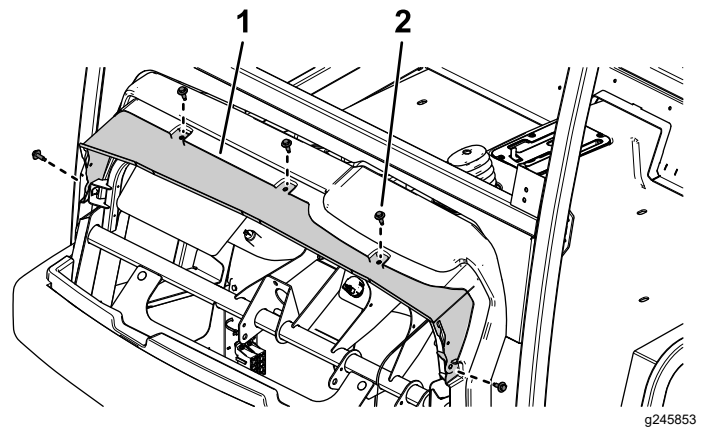

Figure 40
2. Glissez la gouttière d'évacuation entre le tablier et le sous-cadre de la machine, et fixez-la en place avec les 5 boulons à embase hexagonale retirés précédemment (Figure 40).